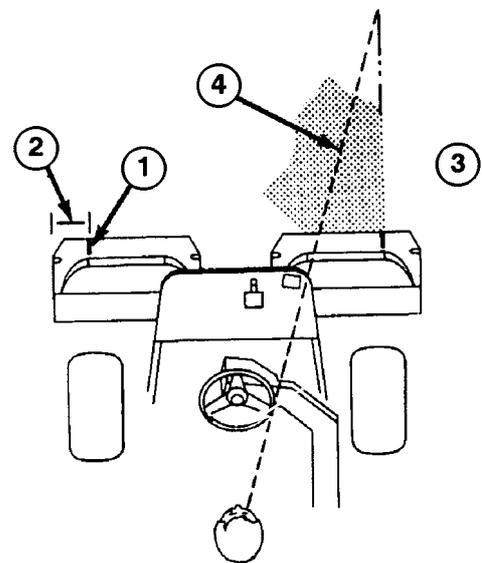

Figure 16
2. Coller une bande de ruban adhésif blanc ou peindre une ligne sur chaque bac, parallèle au bord extérieur (Fig. 16).